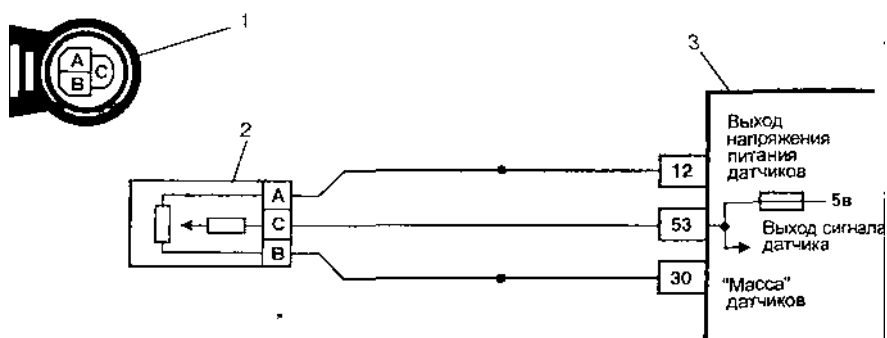

Рис. 3.3.4. Схема проверки датчика положения дроссельной заслонки:
Снять датчик температуры и абсолютного давления с ресивера, предварительно отсоединив колодку жгута проводов. Включить датчик в соответствии со схемой, приведенной на рис. 3.3.4.
3.3.5. Неисправность «несоответствие сигнала датчика положения дроссельной заслонки» (рис. 3.3.4)